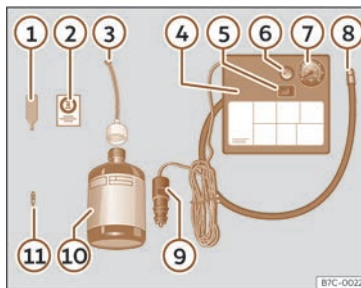

Fig. 204 Representació estàndard: contingut del joc antipunxades.
El joc antipunxades es troba en el compartiment del maleter sota el revestiment del terra. Inclou els components següents >>> **fig. 204:**
- Desenrosqueu el caputxó i l'obús de la vàlvula del pneumàtic. Utilitzeu l'aparell >>> **fig. 204 ①** per extreure l'obús. Poseu-lo en una superfície neta.
- Sacsegeu amb força l'ampolla de segellador de pneumàtics >>> **fig. 204 ⑩**.
- Enrosqueu el tub d'inflament >>> **fig. 204 ③** a l'ampolla de segellador. El precinte de l'ampolla es trenca automàticament.
- Traieu el tap del tub d'ompliment >>> **fig. 204 ③** i caragoleu l'extrem obert del tub a la vàlvula del pneumàtic.
- Torneu a posar l'obús amb l'aparell >>> **fig. 204 ①** a la vàlvula del pneumàtic.
- Enrosqueu el tub d'inflament del pneumàtic del compressor >>> **fig. 204 ⑧** a la vàlvula del pneumàtic.
- Comproveu que el caragol d'evacuació d'aire està tancat >>> **fig. 204 ⑥**.
- Fixeu el connector >>> **fig. 204 ⑨** a la presa de corrent de 12 volts del vehicle >>> pàg. 225.
- Connecteu el compressor d'aire amb commutador ON/OFF >>> **fig. 204 ⑤**.
- Enganxeu l'adhesiu >>> **fig. 204 ②** al quadre d'instruments, dins del camp visual del conductor.
Torneu a enroscar el tub d'inflament >>> **fig. 204 ⑧** i comproveu la pressió en el manòmetre **⑦**.